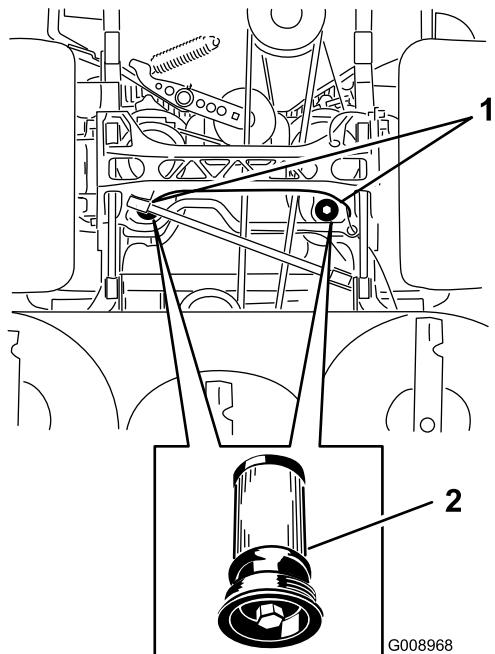

Figure 88
- Placez un bac de vidange sous le filtre, retirez le filtre usagé et essuyez la surface (Figure 88).
- Appliquez une fine couche d'huile hydraulique sur le joint en caoutchouc du filtre de rechange (Figure 88).